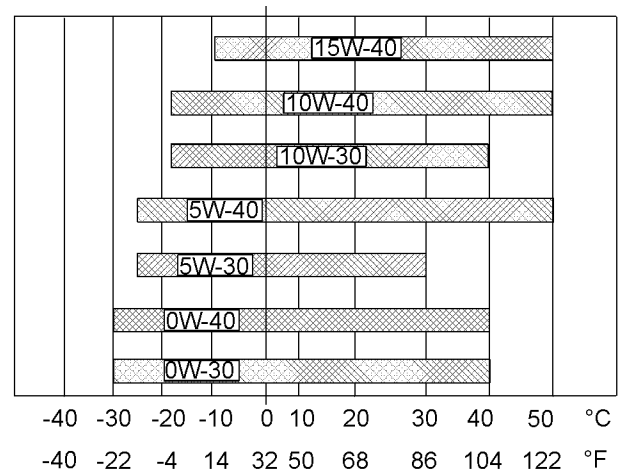

图 36
请参阅图 36 (最低温度) 以确定发动机冷启动时所需要的机油粘度。
请参阅图 36 (最高温度) 以选择发动机在预期的最高环境温度下运行时所需要的机油粘度。
- 参见相应的“润滑剂粘度”。为找到适合您的发动机的机油粘度等级，请参阅图36。